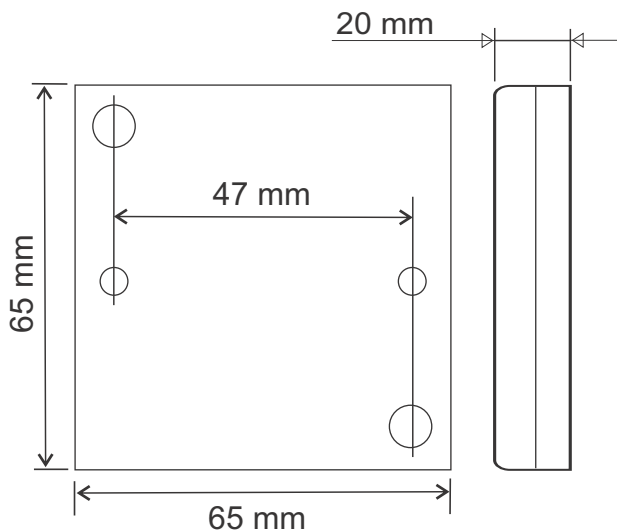

Abbildung 2. Geräteabmessungen.
- Markieren und bohren Sie die Befestigungsbohrungen in derselben Größe wie die Befestigungsbohrungen im Gehäuse des Lesegeräts (siehe Abbildung 2);